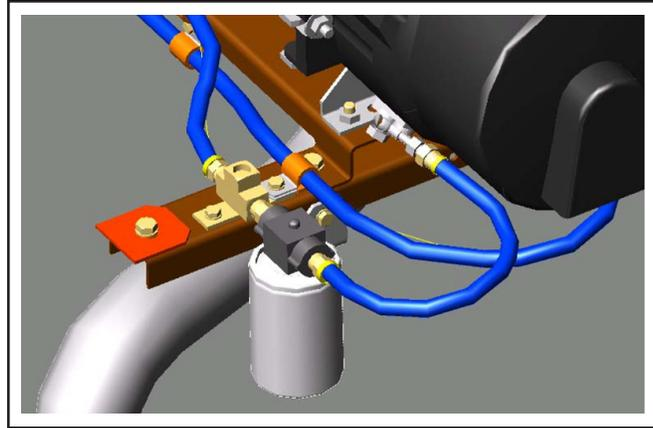

Figure 3 - Installation typique du filtre à carburant
- Remplacer la buse de la pompe à carburant et le filtre à carburant. Le filtre est installé sur la conduite d'aspiration de la pompe et est accessible par la porte d'accès au réchauffeur auxiliaire. Voir Figure 3. Lors du remplacement du filtre à carburant, s'assurer de bien fermer le robinet d'alimentation sur la tête du filtre.